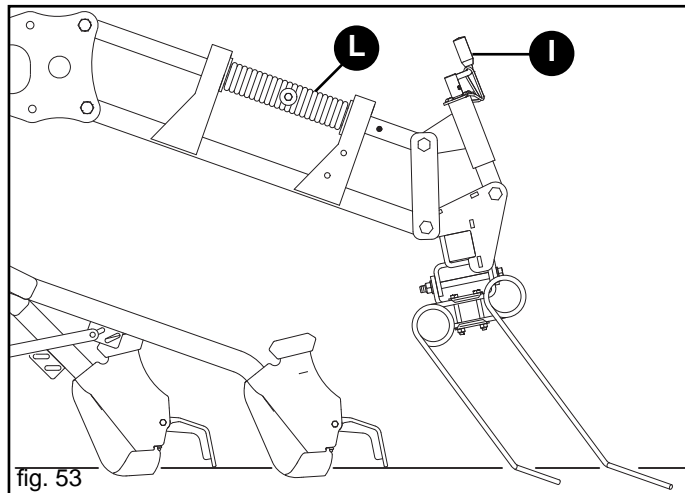

fig. 53
La pressione di lavoro dei denti a molle dell'erpice copriseme può essere variata mediante la rotazione della molla (L) posta sul braccio parallelo superiore (Fig. 53).